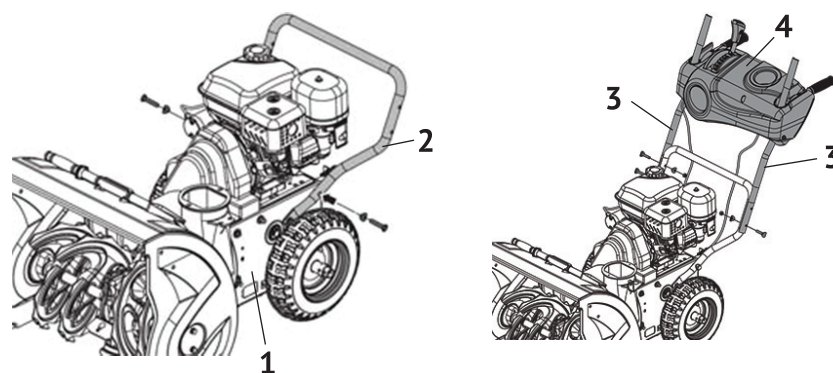

рис.2
- совместив крепёжные отверстия рукоятки и корпуса скрепите их винтами, как показано на рис.2;
- совместив крепёжные отверстия рукояток (рис.2 поз.3), закрепите их вручную тремя винтами, как показано на рис.2.